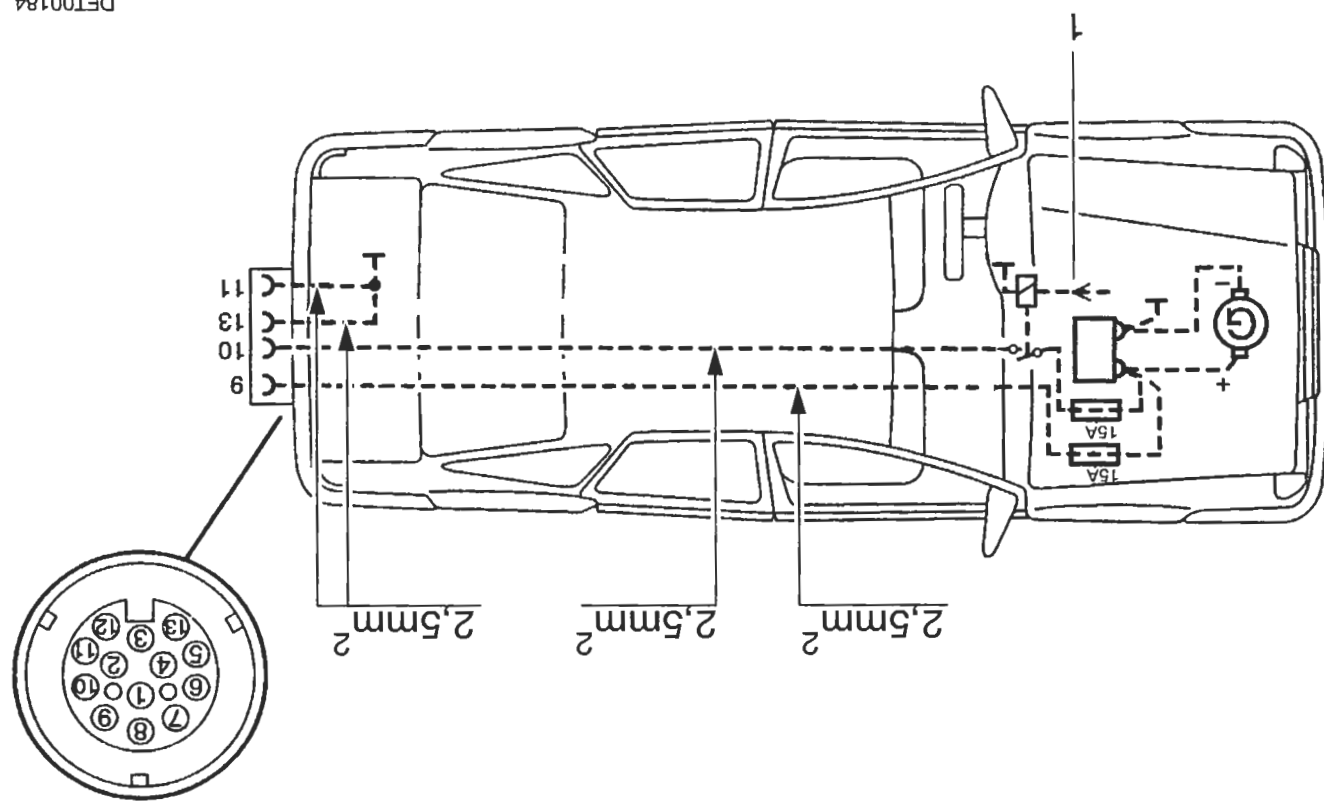

Bild 66 Zugwagen-Installationsplan (Autark-Paket)
- ▼ Das Zugfahrzeug muss mit den entsprechenden Kabelquerschnitten und einem Relais (66,1) für die Stromversorgung (gesteuert über Zündung) nachgerüstet werden (siehe Bild 66).